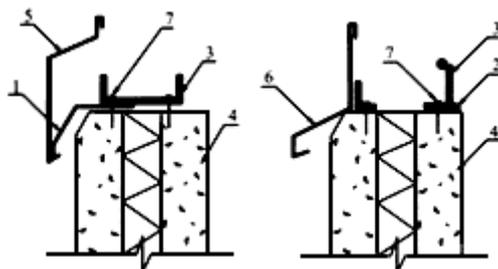

Рис.6
1. В зависимости от проекта подготавливается основание для первой (нижней) панели. К цоколю (к бетону), с помощью специальных анкеров (шаг 500-600 мм) либо самонарезающих винтов (к брусу/балке - шаг 500 мм), крепятся горизонтальные направляющие: либо U-образный профиль, либо уголок (толщина проката не менее 1,0 мм). Предварительно в направляющих делаются отверстия для крепления к фундаменту. Направляющие на фундамент устанавливаются по уровню, чтобы обеспечить горизонтальность монтируемых панелей. Если необходимо, между направляющими и цоколем, направляющими и панелью прокладывается уплотнитель (герметик). (рис.6, поз.2).
2. Если отлив состоит из двух частей, то на U-образный профиль устанавливается нижняя его часть (рис.6, поз.6).